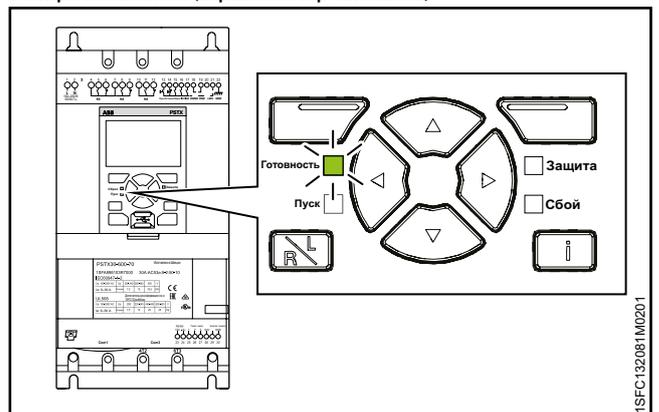

Рис. 2.7
- На панели управления начинает мигать зеленый светодиодный индикатор «Ready» (Готовность), см. **Рис. 2.7**.